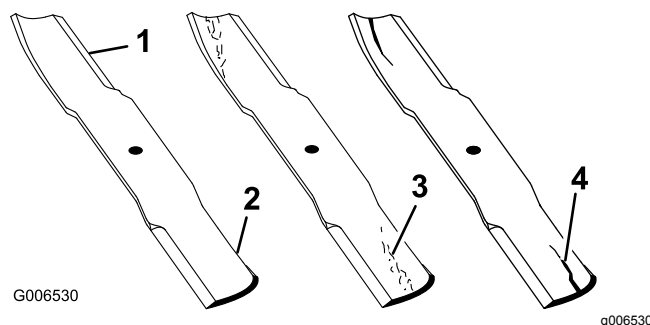

Figure 80
1. Examinez le tranchant des lames (Figure 80).
4. Remplacez immédiatement toute lame fendue, usée ou qui présente une entaille (Figure 80).